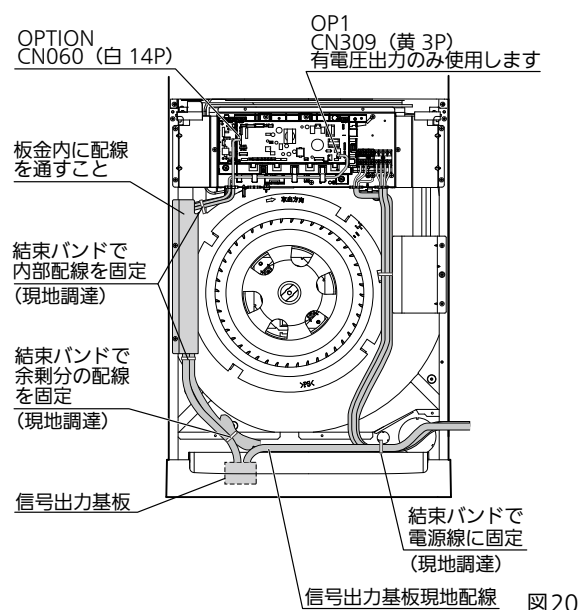

図 20
- 信号出力基板から電装ボックス間の配線や、信号出力基板から外部取り出し用の配線は図 20 のように結束バンド (現地調達) で固定してください。